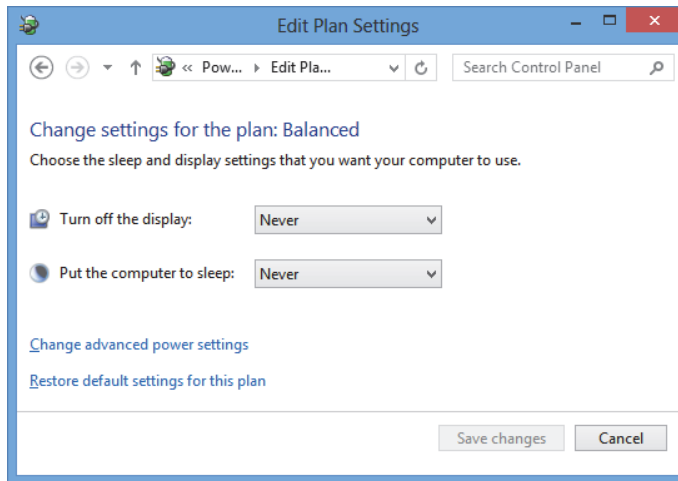

Рис. 4-1 Диалоговое окно Изменить параметры плана
- c) В диалоговом окне **Изменить параметры плана** установите оба параметра **Отключать дисплей** и **Переводить компьютер в спящий режим** на **Никогда** (см. Рис. 4-1 на стр. 40).